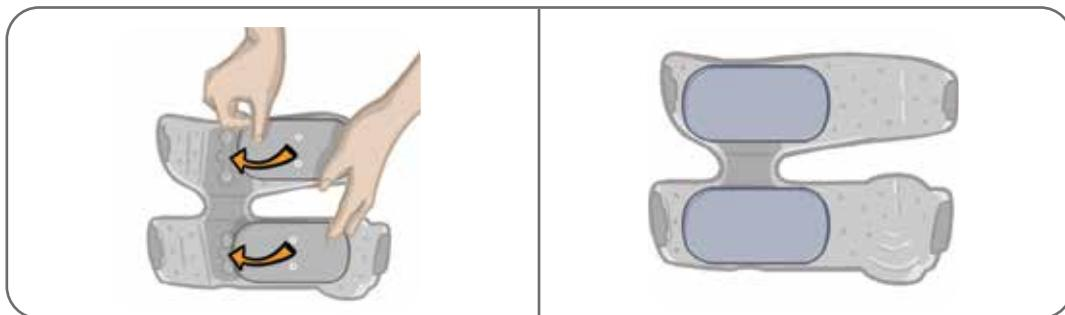

Ilustración 6-10: Alineación y sujeción de los Electrodos Thigh Cloth
5. Alinee los broches de los Electrodos Thigh Cloth con los orificios de enganche de la banda del muslo. Consulte la ilustración 6-10.
6. Apriete con firmeza para encajar el Electrodo Thigh Cloth para muslo pequeño al panel inferior de la banda del muslo. Apriete con firmeza para encajar el Electrodo Thigh Cloth para muslo grande al panel superior de la banda del muslo. Consulte la ilustración 6-10.